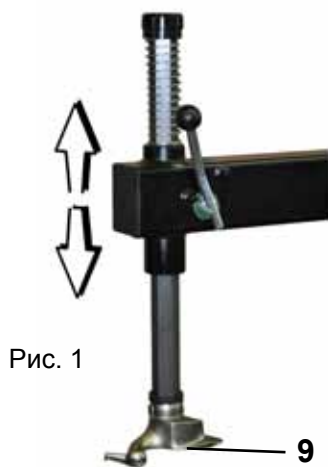
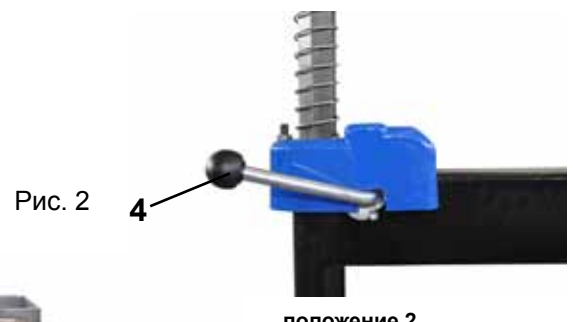

Рис. 1
Рис. 2
• Открутите, почти полностью, ручку регулирования (5). Установите рычаг блокировки (4) в положение 2 (Рис. 2). Перемещайте монтажный шток (Рис. 1) до тех пор, пока монтажная головка (9) не будет установлена на поверхности диска. Приведите рычаг блокировки в положение 1 (Рис. 2), чтобы заблокировать весь механизм. Закручивайте ручку регулирования (5) до тех пор, пока монтажная головка не отодвинется от колесного диска на расстояние, приблизительно, в 2/3 мм. Это заблокирует перемещение монтажного штока в вертикальном направлении. Монтажная головка (9) при этом должна находиться, приблизительно, на расстоянии в 2 мм от колесного диска.